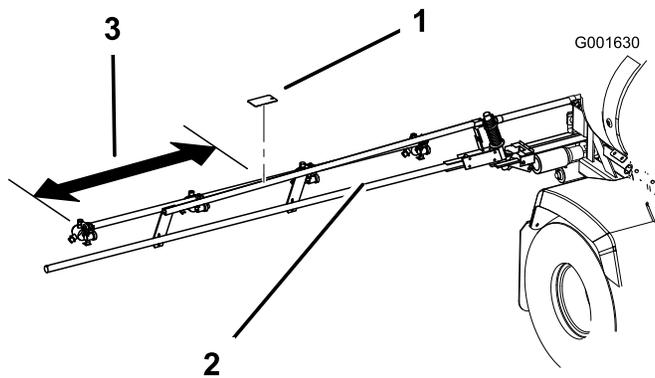
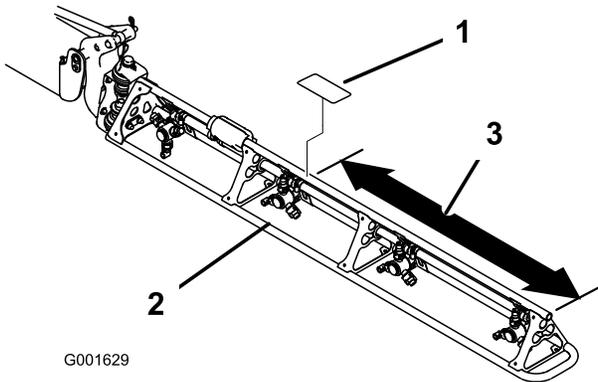

Figure 10
Figure 11
1. Mesurez à partir du bout des rampes, comme illustré à la Figure 10 ou Figure 11.
3. Retirez la pellicule de protection du nouvel autocollant et collez-le sur la rampe (Figure 10 ou Figure 11).